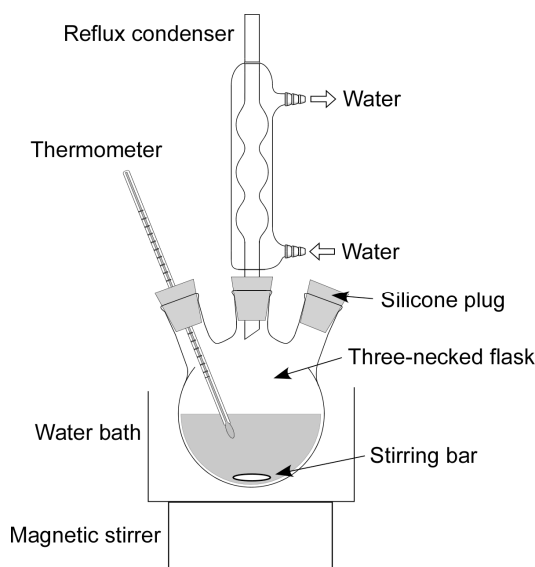

Fig. 36.1 실험 장치.
- (1) 아래 Fig. 36.1.에 나타난 것처럼 실험 장치를 만들어라. 반응시약들을 막히지 않은 목 쪽으로 넣을 것이다.
- (2) 물(100 mL)와 Amberlyst-15(1.0 g)을 삼목-플라스크에 넣어라. 그 후 가열하고 그 용액을 저어라.
- (3) 그 용액이 60 °C 일정 온도를 유지할 때 에틸아세테이트(5mL)를 플라스크에 넣어라. 이 때가 반응이 시작되는 시간이다.
- (4) 여섯 개의 엘렌마이어 플라스크를 찬물(50mL)로 채우고 페놀프탈레인 몇 방울을 각 플라스크에 넣어라. 그리고 상온으로 유지시킨다.
- (5) 0.3 mol L⁻¹ NaOH 용액을 25-mL 뷰렛에 채운다.
- (6) 반응이 시작된 후 10 분 후 촉매를 가라앉게 하기 위한 젓기를 멈추어라. 그리고 약 5 mL 용액을 정량 피펫을 사용하여 유리바이얼에 옮긴다. 즉시, 3 mL 그 용액을 부피재는 피펫으로 물이 채워진 엘렌마이어플라스크에 옮긴다. (실험 기술 수준에 따라 직접 그 용액을 반응용기에서 엘렌마이어플라스크로 옮길 수 있다) 다시 그 용액을 저어라.
- (7) 반응이 시작한 이후 10 분 간격으로 60 분이 될 때까지 (6)의 과정을 반복하여라. 그 다음 적정을 하기 위해 엘렌마이어플라스크에 5 개 시료를 유사한 방법으로 준비하라.
- (8) NaOH 용액으로 6 개 시료를 적정하라. 적정 전에 완전한 에틸아세테이트의 가수분해를 하는데 필요한 NaOH 용액 양을 계산하는 것이 좋다.